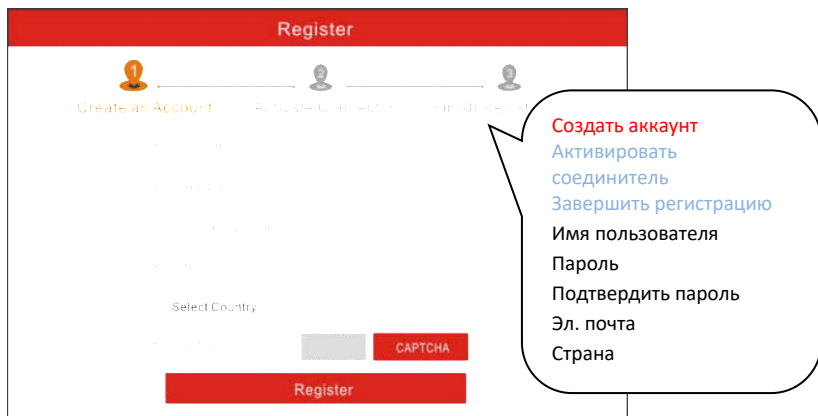

Рис. 4-3
**А. Если вы являетесь новым пользователем,** нажмите «New Registration» (новая регистрация). См. рис. 4-3.
На рис. 4-3 заполните каждое поле формы (пункты с \* должны быть обязательно заполнены). После ввода данных нажмите «Register» (зарегистрировать), отображается следующее окно: